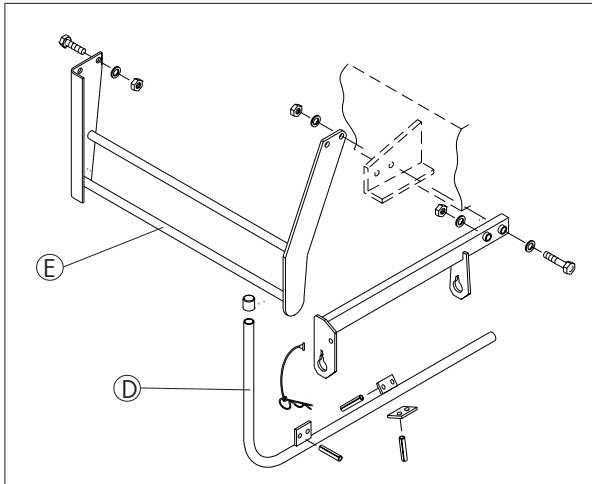

Fig. 3-21
Introduire l'étrier de protection (B) d'abord dans le trou arrière (X) du cadre (R), le pousser ensuite complètement vers l'arrière et l'introduire enfin dans le trou avant. Fixer sur le cadre (R) l'étrier de protection (B) pourvu du ressort (F) et des rondelles en utilisant les goupilles fendues (fig. 3-21). Utiliser le contenu du sac Q pour ces travaux.
Fixer les étriers écran (D) et (E) avec les pièces de montage du sac R (fig. 3-21).